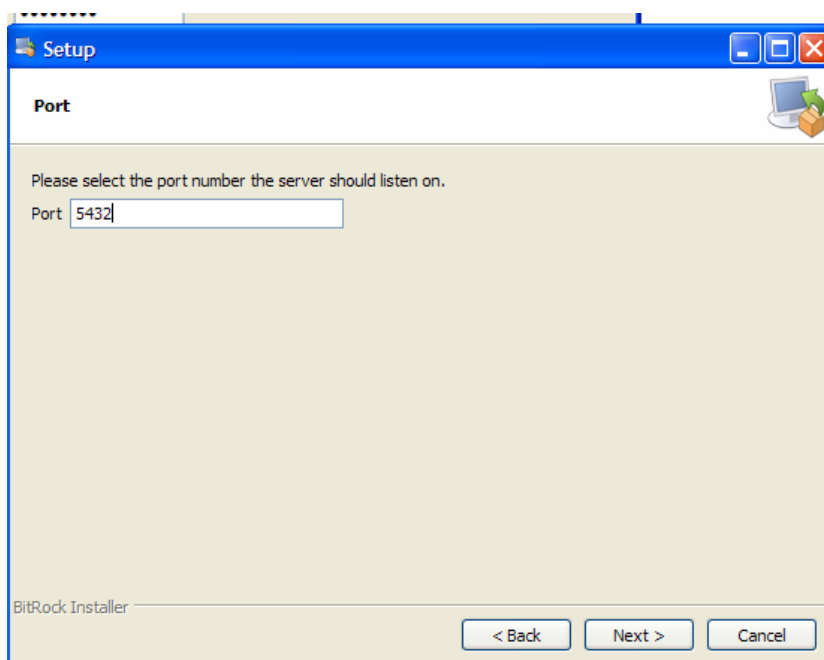

Рис. 14.4
5. В следующем окне (рис. 14.4) нажать «Next >» (порт оставить стандартным: 5432).